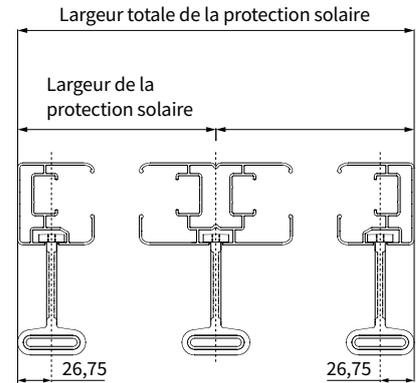

Fig. 2 Vue de face
**Attention !** Couplez les protections solaires exactement au-dessus du centre des lattes clipsables ! **(Voir figure 2)**